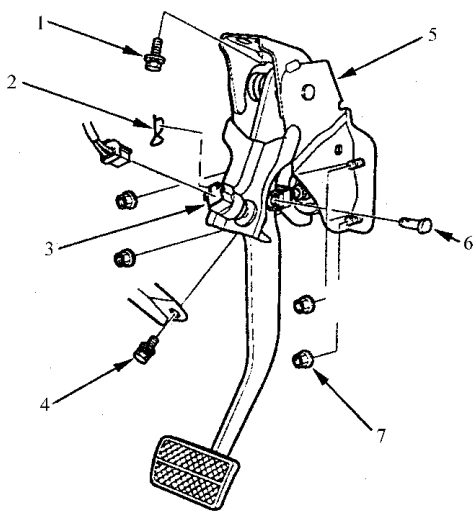

图 8-52 拆卸踏板连接销
- 1) 如图 8-52 所示，拆卸踏板连接销，取下夹子和销。